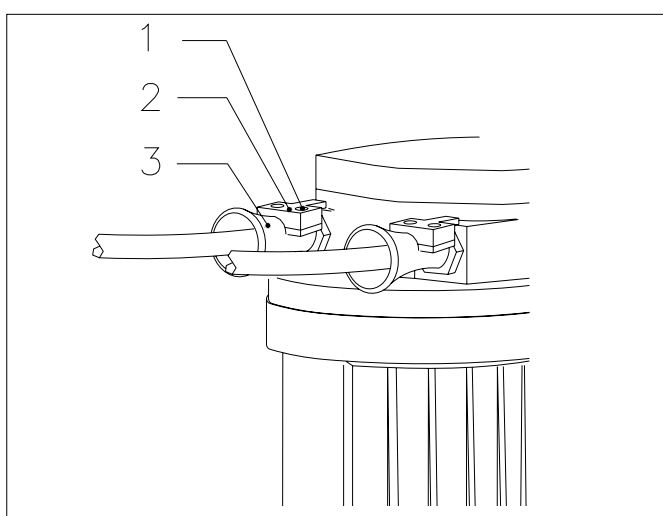

Fig. 7.2
Fig.7.2. Draai de 2 inbusbouten (1) van het invoerdeel (3) los en verwijder ze samen met het drukstuk (2). Draai het zeskant van het invoerdeel (3) met een passende sleutel aan (rechts om) totdat het invoerdeel in een positie is waarin u het drukstuk weer kunt monteren.